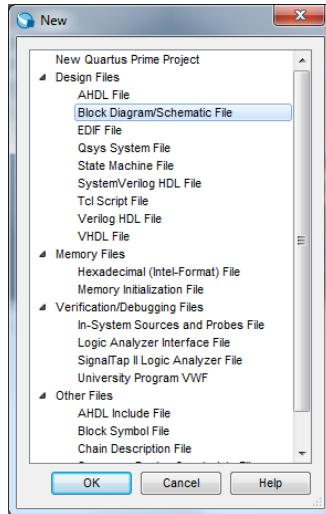

Figura 11 – Seleção do tipo de ficheiro a criar (Block Diagram / Schematic File).
**3.** Crie um novo ficheiro para um diagrama esquemático (menu “File→New”), de acordo com a Figura 11.